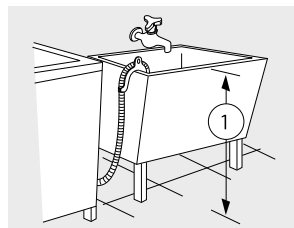

Figura 12
- La altura del lavadero debe tener un mínimo de 86 centímetros (34 pulgadas) de alto y no debe exceder de 120 centímetros de alto tomando como punto de referencia la parte inferior de la lavadora. (Figura 12)